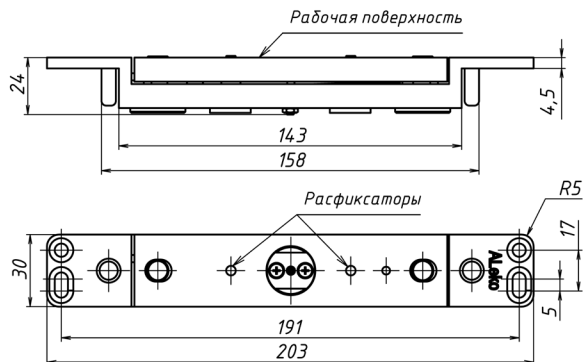

Рисунок 6 - Якорная часть замка ALM-700S
11.2 Рекомендуется периодически (не реже одного раза в шесть месяцев) проводить проверку надежности срабатывания замка и регулировку величины зазоров, а также проверять разблокировку замка при срабатывании расфиксаторов, расположенных в якорь (рисунок 6). При нажатии на толкатель расфиксатора он должен утапливаться в тело якоря и свободно возвращаться в исходное положение.